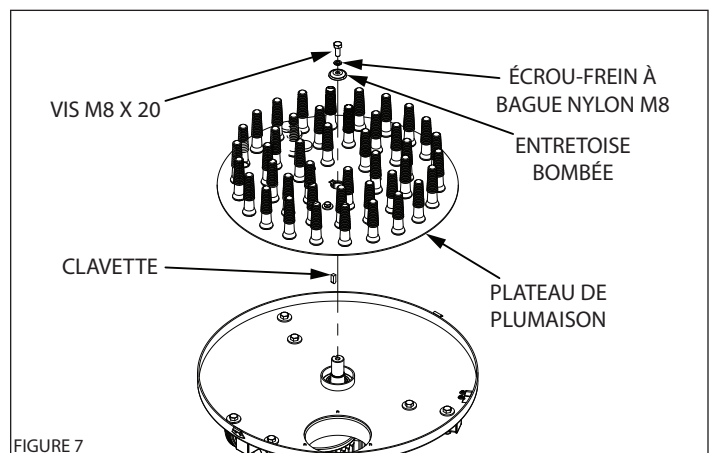

FIGURE 7
9. Enfiler la clavette dans l'arbre de sortie. (**VOIR FIGURE 7**)
12. Poser une vis de 8 mm, une rondelle-frein M8 et une rondelle d'espacement bombée de 8 mm sur l'arbre. Serrer à l'aide d'une clé de 13 mm. (**VOIR FIGURE 7**)